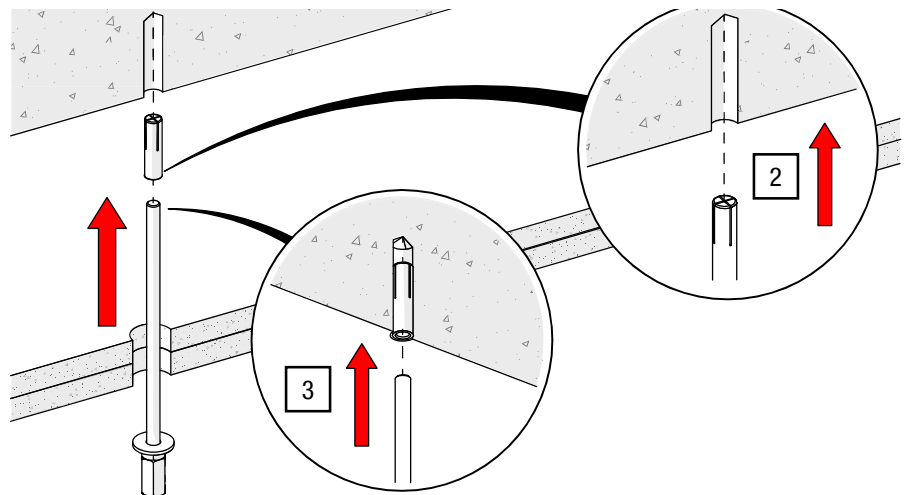

Abb. 28: Deckenabhängung – Einschlaganker und Gewindestange montieren
2. Montieren Sie den M6×30 Einschlaganker in der Betondecke entsprechend den Herstellerangaben (siehe Abb. 28).
3. Montieren Sie Gewindestange mit Mutter, Konter- und Verbindungsmutter sowie Unterlegscheibe vor und drehen Sie diese im Einschlaganker mit einem ISK SW 10 und 3 Nm ein (siehe Abb. 28; Einschraubtiefe in Verbindungsmutter siehe *Kapitel 3.4 OFFICE Deckenabhängung* [► S. 18]).